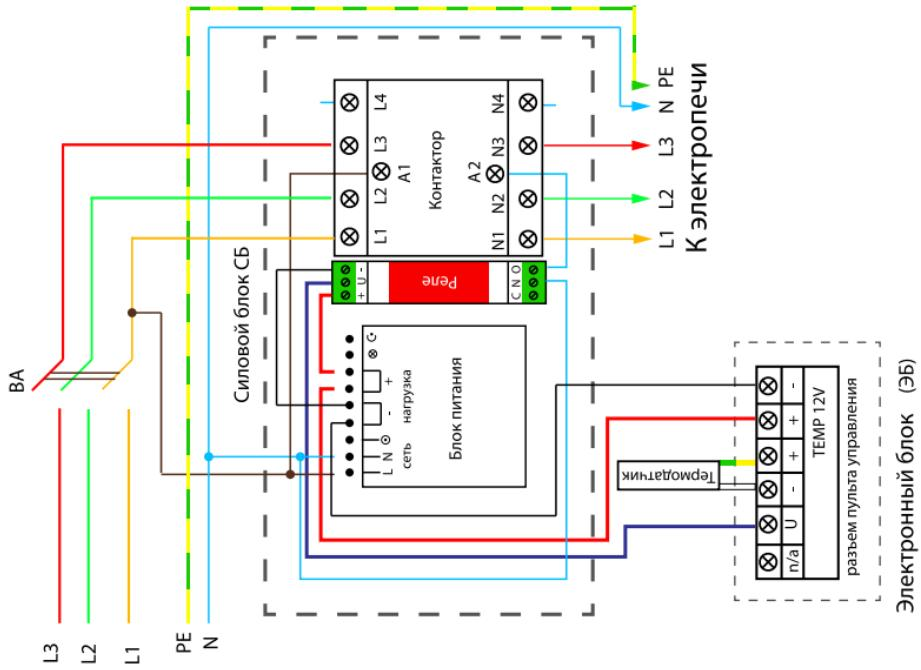

Рисунок 1. Подключение электропечи к пульту ПУ 01М
- 6.1. Подключать электропечь ЭНУ “Премьера” следует согласно схеме.(рис. 1)